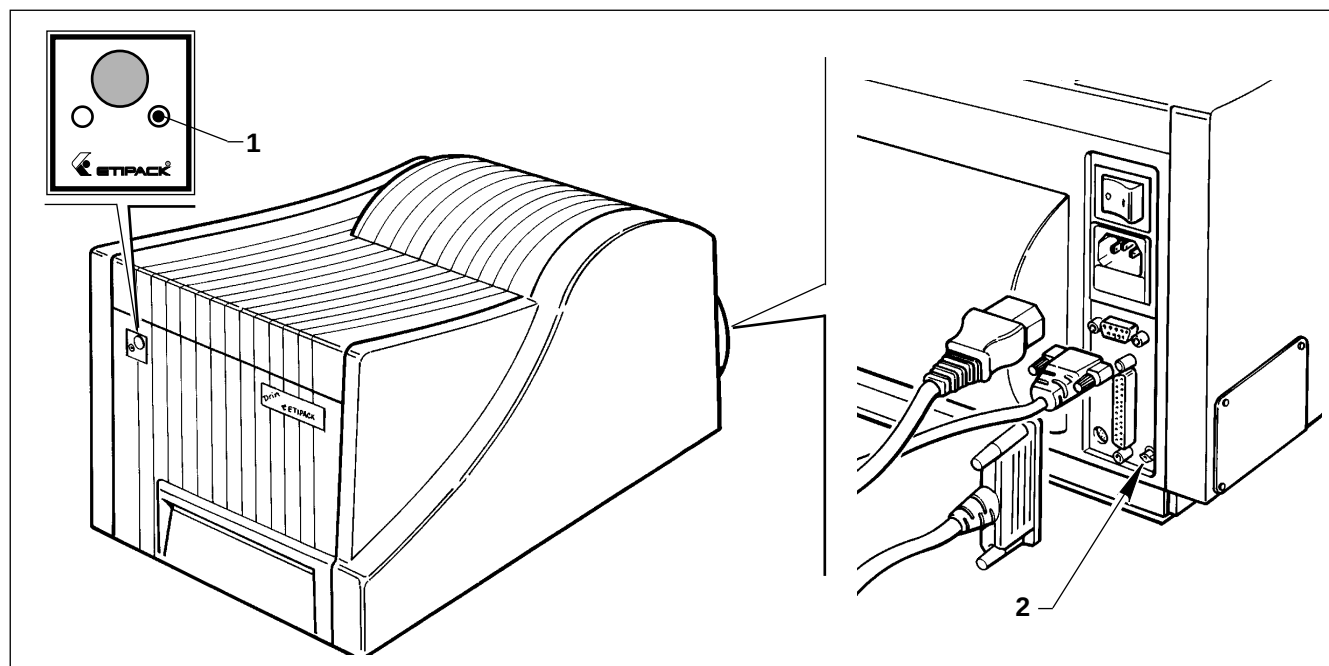

Fig. 7 ALLARMI
1.9 ALLARMI (Fig. 7)
1.9 ALARMS (Fig. 7)
1.9.a Reset allarmi (Fig. 7)
Dopo aver ripristinato manualmente la situazione di allarme, come descritto nel paragrafo precedente, premere il pulsante di reset allarmi (2) Fig. 7, oppure resettare la stampante via software tramite il P.C., quindi continuare le operazioni di stampa.
1.9.a Alarm reset (Fig. 7)
After restoring the printer manually as described in the previous section, press the alarm reset push-button (2) Fig. 7 or reset the printer by means of the PC; then, restart printing.